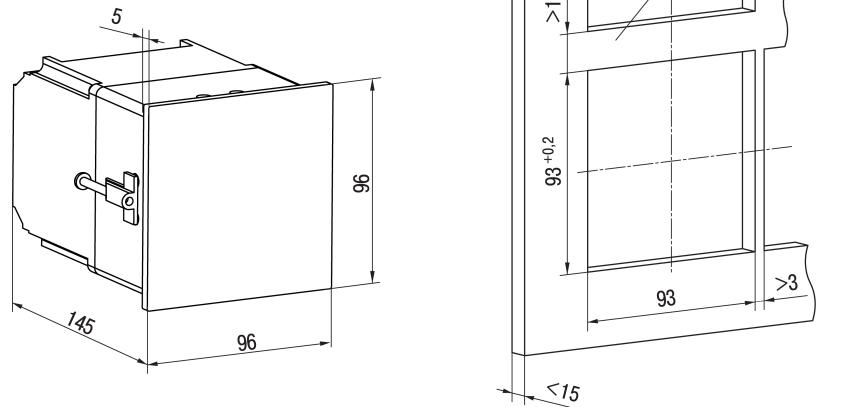

Рисунок 4.2 – Габаритные размеры корпуса Щ4
- Подготовить на щите управления монтажный вырез для установки прибора (см. рисунок 4.2).